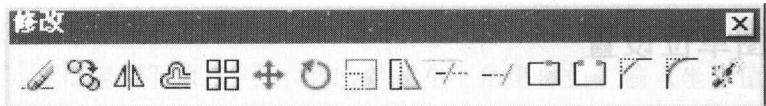

图 1-11 “修改”工具栏
(3) “修改”工具栏如图 1-11 所示，用于修改已存在的实体，可对实体进行移位、复制、旋转、删除、修剪、拉伸等操作。这个工具栏中的所有命令都可以在“修改”菜单中找到。